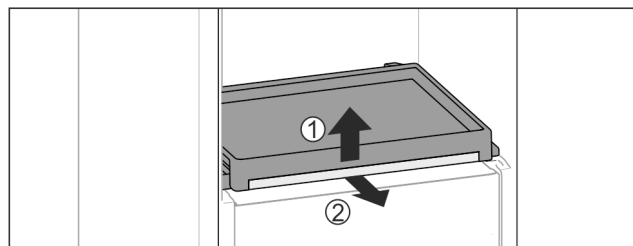

Fig. 153
- Heqja e raftit me tërheqje me pllakë xhami: Ngrini paksa lart pllakën e xhamit Fig. 153 (1) nxirreni jashtë duke e tërhequr përpara Fig. 153 (2).